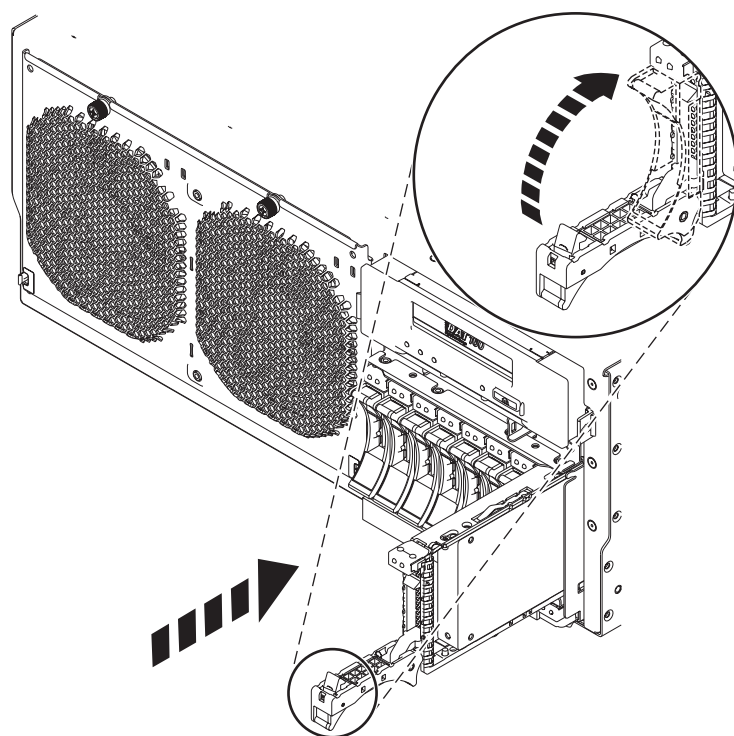

Figura 46. Substitució d'una unitat de disc al sistema
7. Quan el LED d'identificació parpellegi, inseriu del tot la unitat de disc o unitat d'estat sòlid en el sistema o unitat d'expansió i feu pressió a la nansa de la unitat (A) fins que quedi bloquejada, tal com es mostra a la Figura 46.